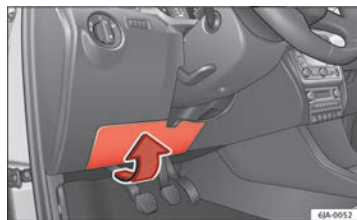

Fig. 140 Parte inferior do painel de instrumentos, tampa de fusíveis
- Inclina com cuidado a cobertura na direcção da seta e remova-a → Fig. 140.